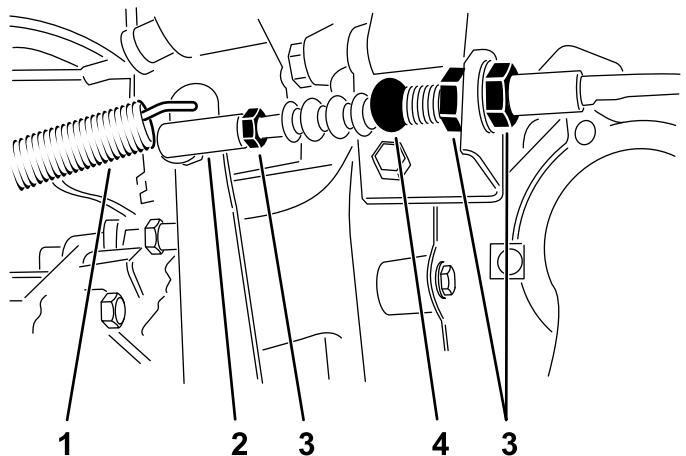

Figura 64
1. Afloje las contratueras que fijan el cable del embrague al soporte de la carcasa (Figura 64).